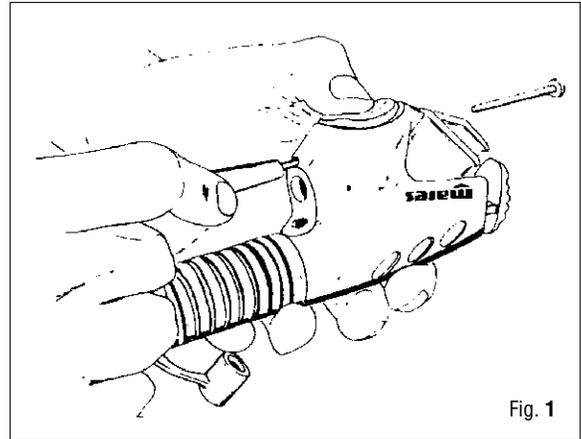
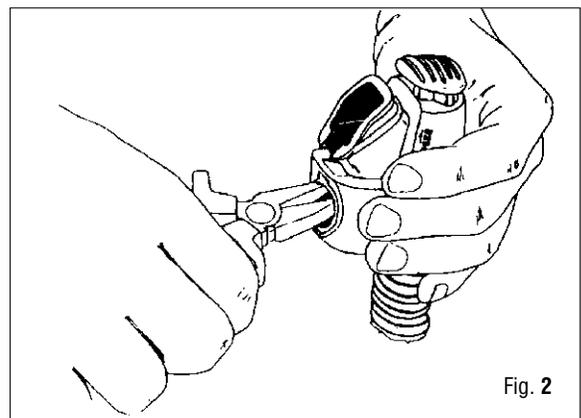
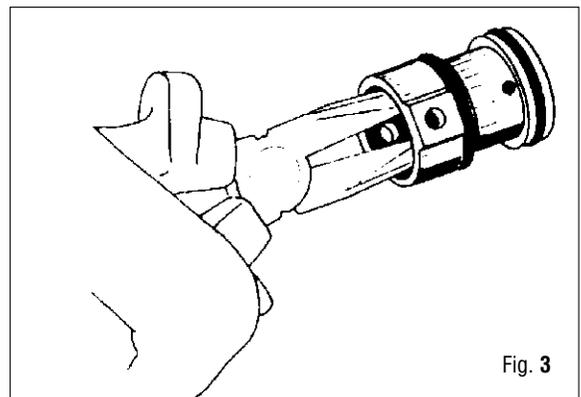

Fig. 1
Fig. 2
Fig. 3
1. Con la llave (B-18) desconecte el acoplamiento rápido macho (13).
2. Quite el OR (9) del acoplamiento rápido (13).
3. Extraiga del cuerpo del mando (46) el filtro de tela (22).
4. Quite la boquilla (61) del cuerpo de mando (46).
5. Presione el pulsador de carga (54) e introduciendo un pequeño destornillador en el orificio cerca de la conexión hacer salir completamente el vástago (53). (Fig. 1).
6. Quite el pulsador de descarga (54) y extraiga el muelle (48).
7. Quite el OR(55) del pulsador de carga (54).
8. Introduzca un par de pinzas en la ranura del casquillo porta válvula (57) y extraiga el grupo porta válvula completo del cuerpo de mando (46). (Fig. 2 y Fig. 3)